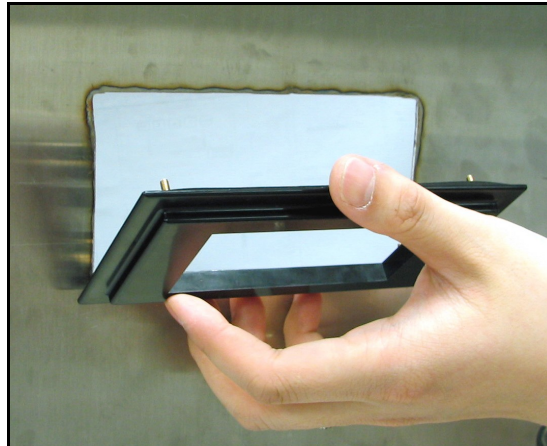

Figura 17: Inserir a placa adaptadora
2. Encaixe a placa adaptadora no corte do painel (veja Figura 17).